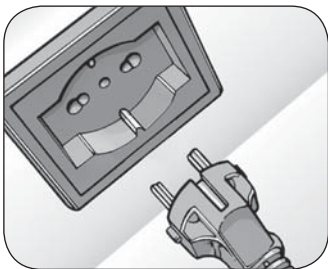
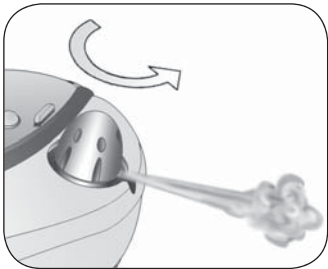

Fig. 2
Fig. 8
Do not unscrew the cap of the boiler without ensuring that the appliance is disconnected from the power supply (Fig.2) and that there is no pressure inside.
Disconnect the power supply cable from the power point (Fig. 2). Let the appliance cool down for a few minutes. Unscrew the boiler cap (F) anti-clockwise very carefully and wait for the residual steam to stop hissing before emptying it completely (Fig. 8).
Vergewissern Sie sich vor jedem Aufschrauben des Verschlusses des Dampferzeugers, dass der Netzstecker des Gerätes gezogen ist (Fig. 2) und dass es nicht unter Druck steht.
Die Bügeltemperatur am Bügeleisen-Temperaturregler (M) über das Symbol (++) stellen. Wenn die Temperatur erreicht ist, den Regler für Dauerdampf (N) in Richtung Griff stellen (Fig. 8). Die Taste (O) bleibt blockiert und sorgt damit für die Abgabe eines kontinuierlichen und konstanten Dampfstrahls. Zum Unterbrechen des Dauer-Dampfstrahls den Regler für Dauerdampf (N) nach vorne schieben (Fig. 7).